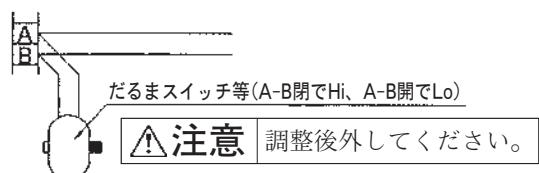

図1
- 2) Loダンパーの位置は図1のダンパーリンク上下のロックナットをゆるめた後リンクを回して調整してください。調整した後、ロックナットを締めてください。
(図1) リンク機構図